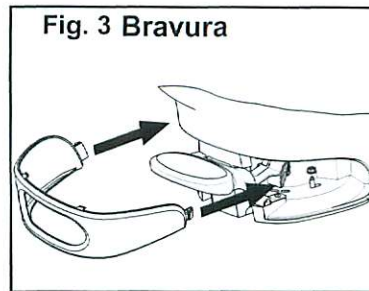
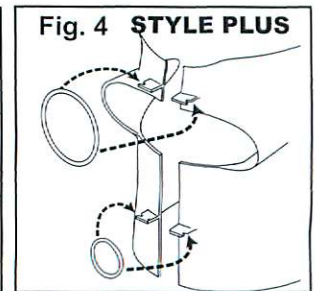

Fig. 3 Bravura
Fig. 4 STYLE PLUS
3. **STYLE Plus and Bravura only:** Remove shroud from base of unit (Figs. 3 & 4).
9. **Bravura only:** Install Shroud (Fig. 3). **STYLE PLUS only:** Attach shroud to toilet by depressing pedal and placing the pedal opening over the pedal and pushing it firmly against the base. Press the sides of the shroud to the toilet and attach two O-rings on the hooks to secure it. Make sure to engage dual lock under front of shroud by tapping shroud above pedal (Fig. 4).
9. **Modèle Bravura seulement :** Installer l'enveloppe de protection (fig. 3). **Modèle PLUS seulement :** Fixer l'enveloppe de protection à la toilette en appuyant sur la pédale tout en alignant l'orifice sur la pédale et en enfonçant fermement dans le socle. Presser les côtés de l'enveloppe de protection sur la toilette et fixer les deux joints toriques aux crochets pour les maintenir en place. Tarauder l'enveloppe sur la pédale pour s'assurer d'engager le double verrou sous le devant de l'enveloppe de protection. (Fig. 4).
9. **Sólo el modelo Bravura:** Instale el recubrimiento (Fig. 3). **Sólo el modelo STYLE PLUS:** Para acoplar el recubrimiento al inodoro oprima el pedal y coloque la abertura sobre el mismo, luego empujela firmemente contra la base. Oprima ambos lados del recubrimiento contra el inodoro y coloque en los ganchos dos juntas tóricas para fijarlo. Golpee ligeramente el recubrimiento sobre el pedal para verificar que el cierre doble se haya enganchado debajo del mismo. (Fig. 4).